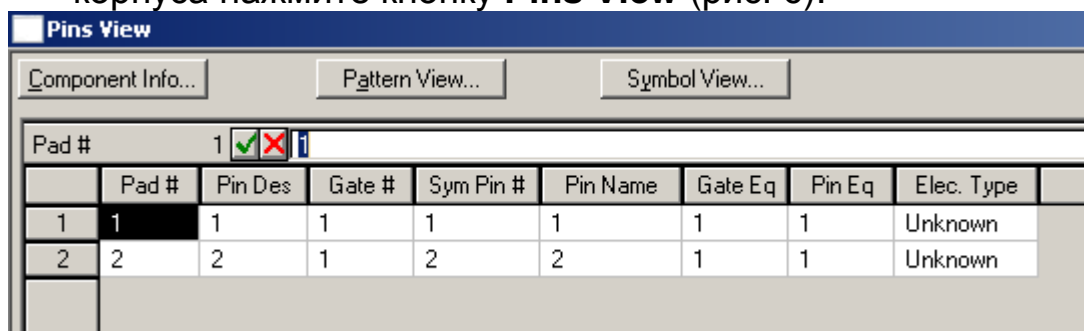

Рис. 6 Окно **Pins View**
- 2.12 Для настройки соответствия выводов символа и выводов корпуса нажмите кнопку **Pins View** (рис. 6).
- 2.14 Установите все значения так, как показано в примере на рис. 6 и закройте окно.